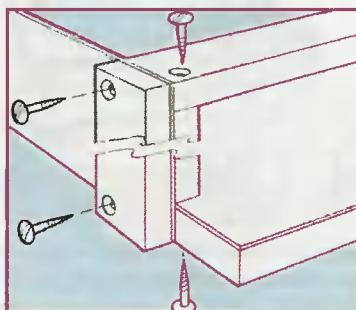

Рис. 4. Угловое соединение деталей.
и боковую стены соединяют друг с другом тоже на петлях. При выполнении угловых соединений шурупы следует располагать вразбежку (рис. 4).
5. Далее изготавливаем кронштейн (рис. 5а) с отверстиями А и Б, причем в отверстие А должен плотно входить стержень (рис. 4б), а барабан свободно вращаться на оси стержня.
Вставим собранную вертушку (рис. 4) с небольшим люфтом. Диаметр стержня А (рис. 4б) и